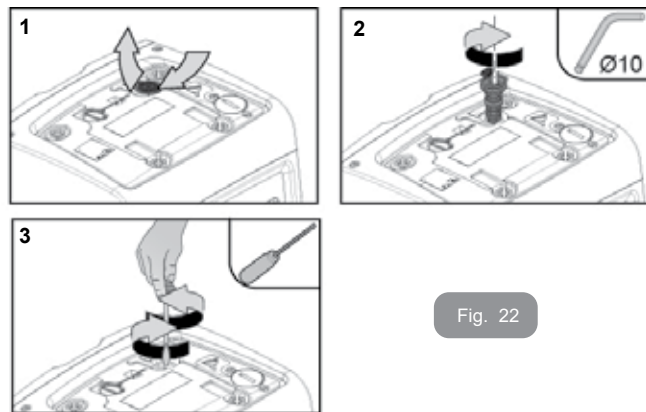

Fig. 22
2. lyft på gummihättan till pluggen för att komma åt motoraxeln (fig. 22);
3. använd en 10 mm sexkantnyckel och ta bort pluggen för att komma åt motoraxeln (fig. 22);
4. för in en spårskruvmejsel i spåret på motoraxeln och vrid i båda rotationsriktningarna (fig. 22);